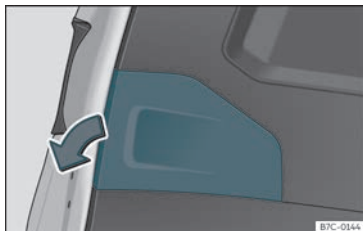

Fig. 49 Porta da bagageira aberta: retirar a tampa.
- Retirar a tampa da porta da bagageira no sentido da seta >>> **Fig. 49**.